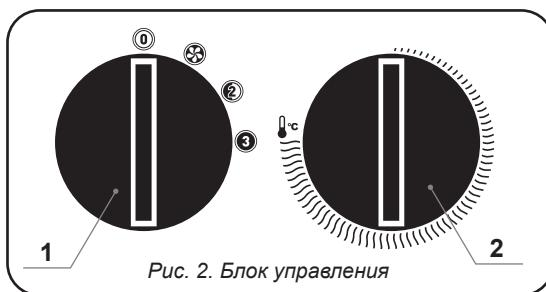

Рис. 2. Блок управления
6.1. Перед включением тепловентилятора в сеть ручка переключателя режимов 1 (рис. 2) должна находиться в положение «0» (❶), а ручка терморегулятора 2 повернута в крайнее против часовой стрелки положение.